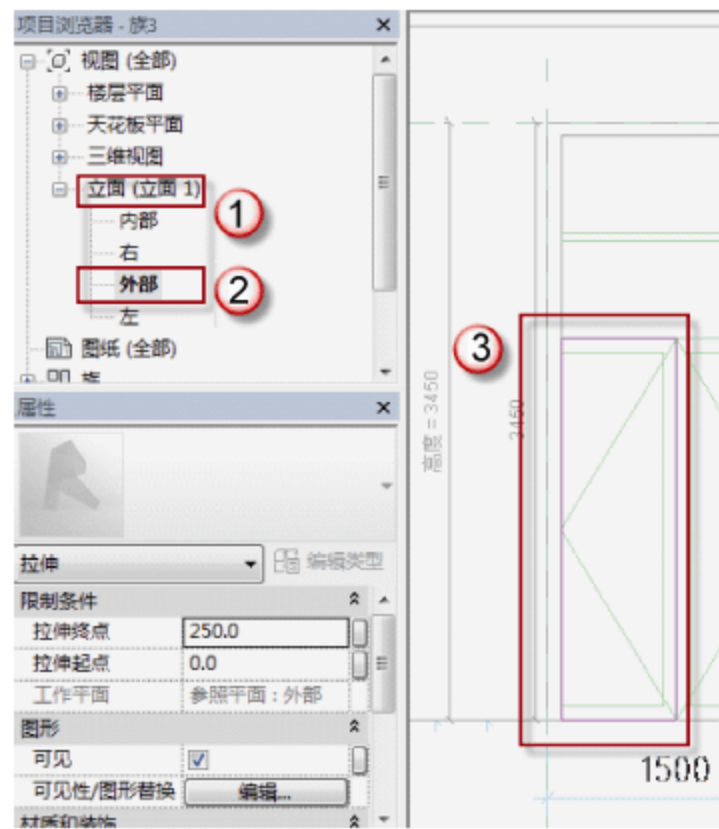
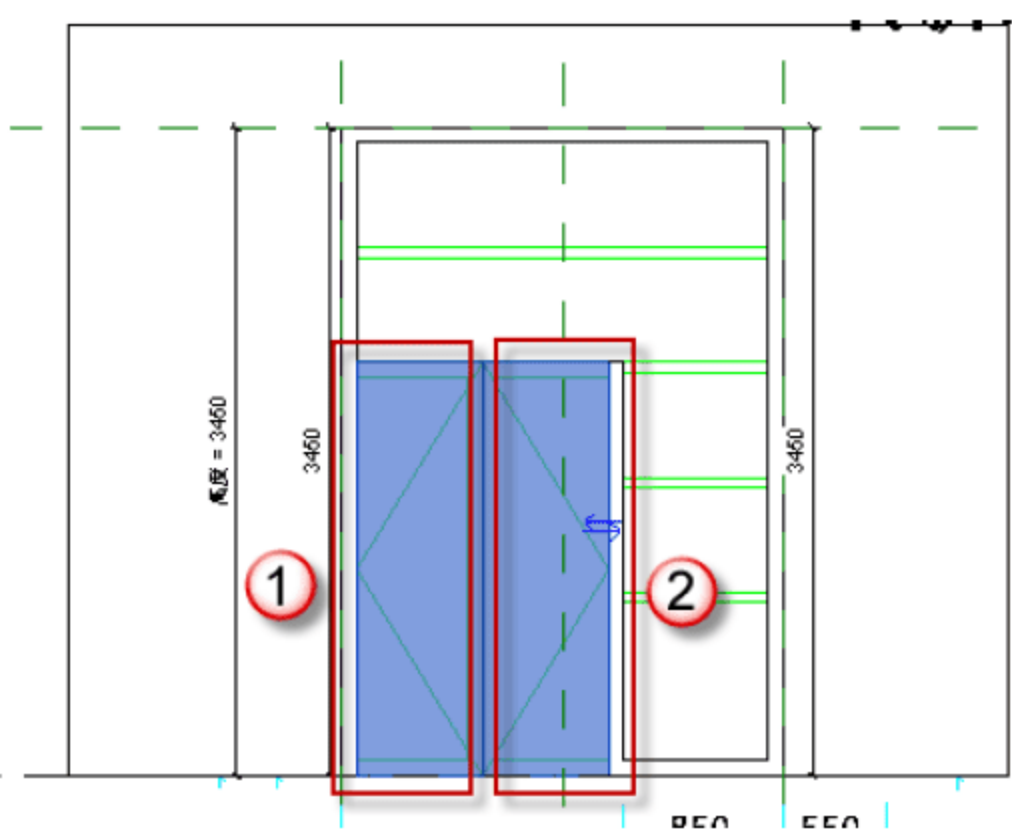

图 6.3.57 绘制 MC2934 的门板
图 6.3.58 完成门板绘制
(16) 绘制 MC2934 门板。选择“项目浏览器”中的“立面 (立面 1)” → “外部”选项，可以进入 MC2934 的外部立面视图。选择“创建” → “拉伸”命令，进入“修改 | 编辑拉伸”界面，用菜单中的绘制工具绘制门板，如图 6.3.57 所示。绘制完成后，单击√按钮。然后重复选择“创建” → “拉伸”命令，将右边门板用“拉伸”工具绘制出来，单击√按钮，完成绘制，如图 6.3.58 所示。